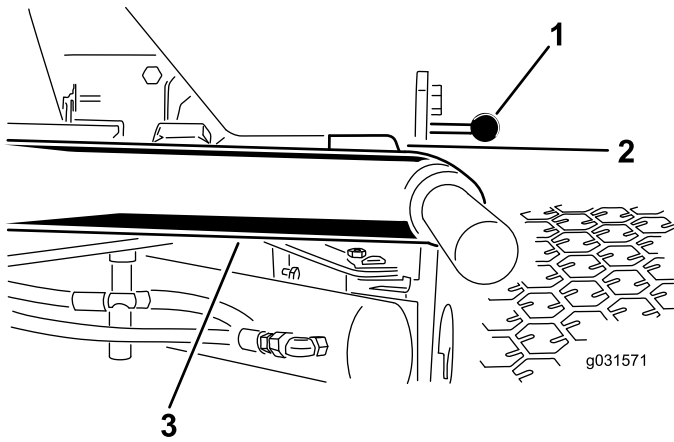

図 13
1. エンジンを始動し、昇降アームを上昇させて、各昇降アームとフロアプレートブラケットとの距離が、図 13のように 5-8 mm になっていることを確認する。